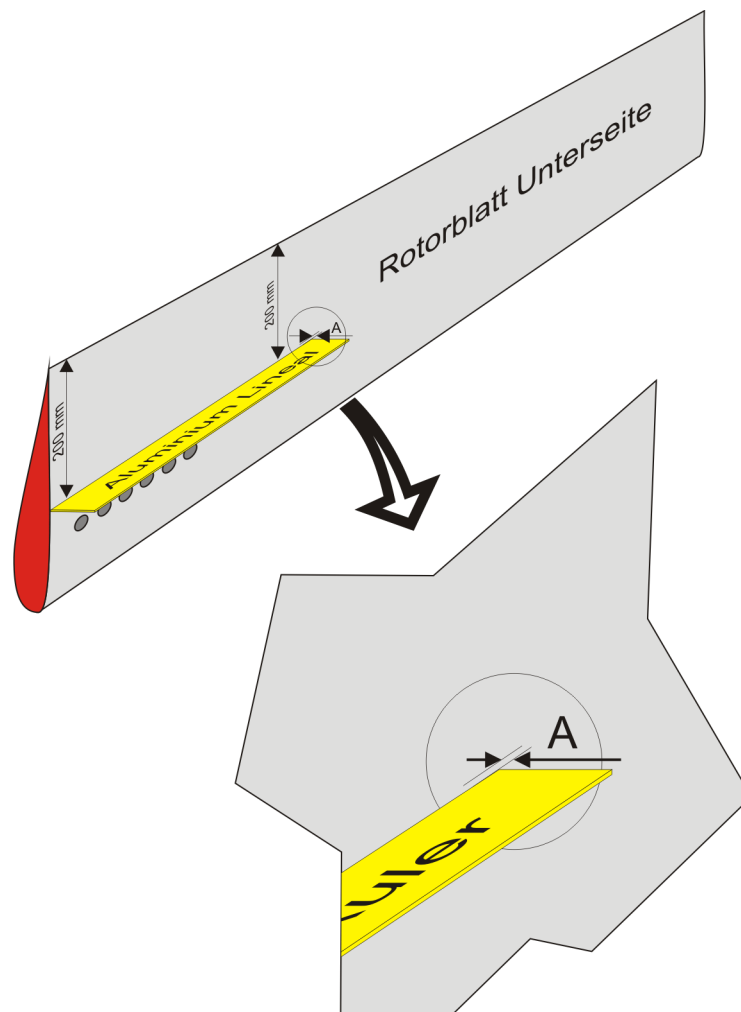

Abb. 2 - Messung der Geradlinigkeit an Blattwurzel
- 2 Jedes Rotorblatt an der Blattwurzel auf Geradlinigkeit prüfen. Dazu Rotorblatt auf der Profelnase stehend auf Böcken platzieren und mittels Aluminium-Lineal den Spalt in 1 m Abstand von der Blattinnenkante messen (siehe Abb. 2). Maximales Spaltmaß (Abmessung A) ist 0.5 mm (LTA DULV-2010-004).